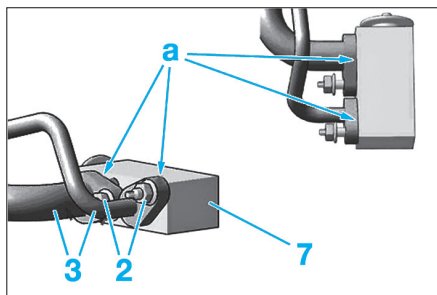

Fig. 37
- Les brides (A) (Fig.37), doivent être parfaitement en appui contre l'interface (7).